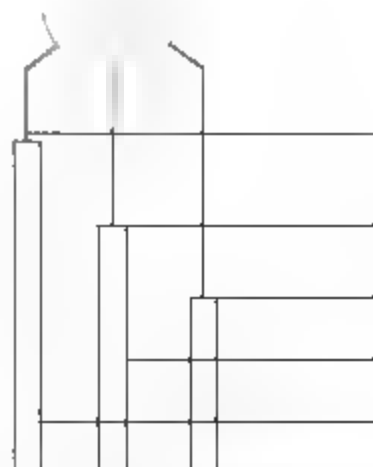

图11-5 绘制线路
- 调用L【直线】命令，绘制线路连接电气元件，结果如图11-5所示。